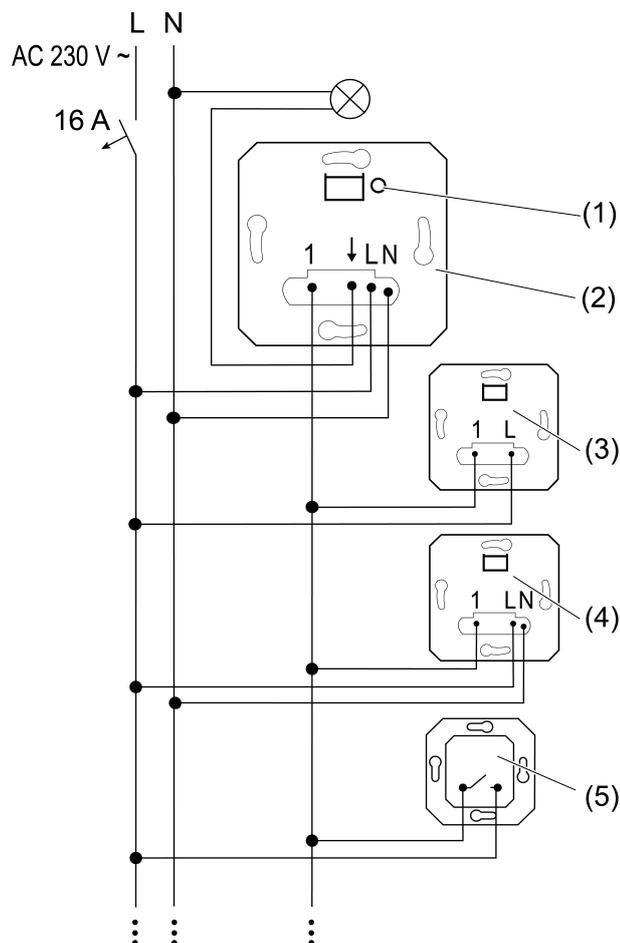
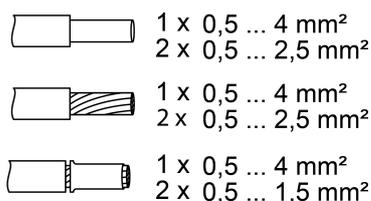

Figure 1: Schéma de raccordement avec postes auxiliaires en option
Figure 2: Section de conducteur serrable
- Raccorder le mécanisme de commutation (2) conformément au schéma de raccordement (Figure 1). Lors de cette opération, respecter les sections transversales de conducteur pouvant être bloquées (Figure 2).
- Raccorder le poste auxiliaire bifilaire (3), le poste auxiliaire trifilaire (4) et le bouton-poussoir, contact normalement ouvert (5) en option.
- i** Actionner brièvement la touche **TEST** (1) pour commuter la charge.